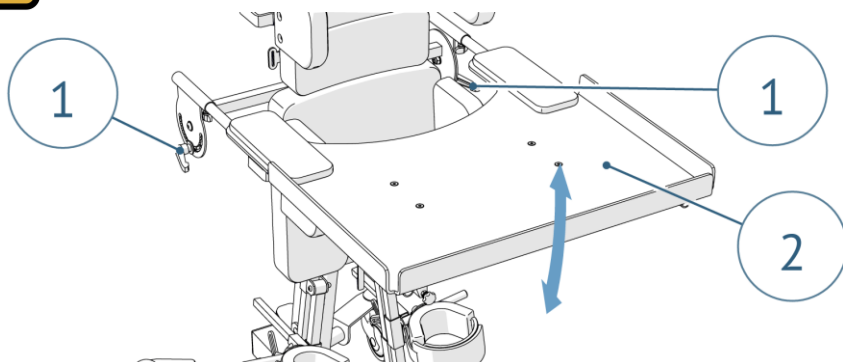

Рисунок 18. Регулировка угла наклона стола
Для регулировки угла наклона стола необходимо ослабить рукоятки (1) с обеих сторон стола (2), установив нужный угол наклона зафиксировать положение, плотно затянув рукоятки (1) (рис.18).